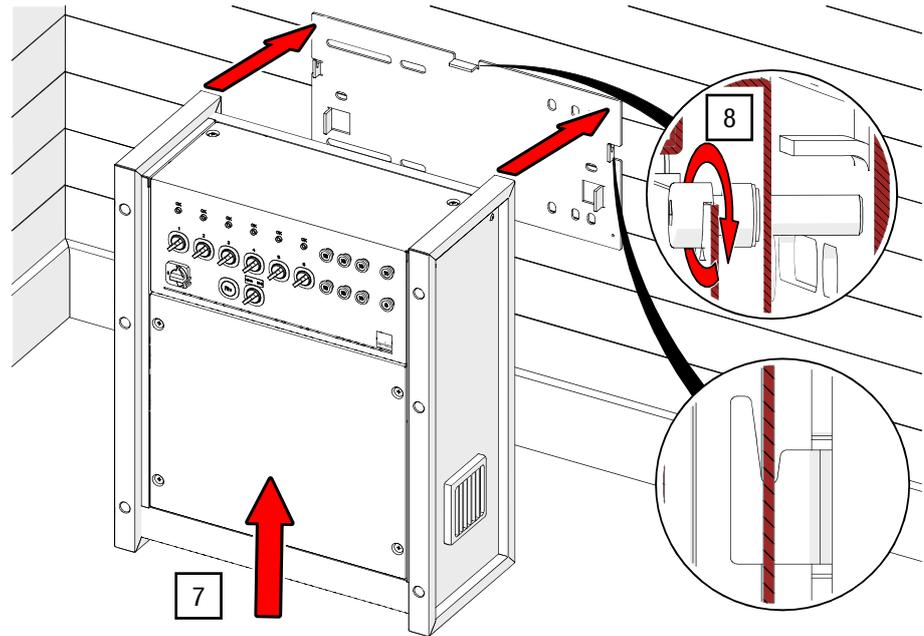

Abb. 23: Steuerung an Wandmontageplatte fixieren
7. Richten Sie die Steuerung auf und hängen diese mit den vorgesehenen Schlitzern auf der Rückseite in die zwei Haken der Wandmontageplatte ein (siehe Abb. 23).